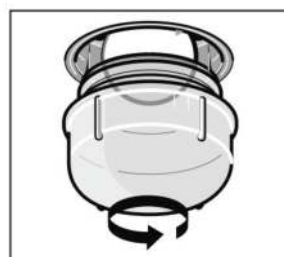

Figura 5
2. Rodar a tampa de vidro no sentido contrário ao dos ponteiros do relógio. (Figura 5)